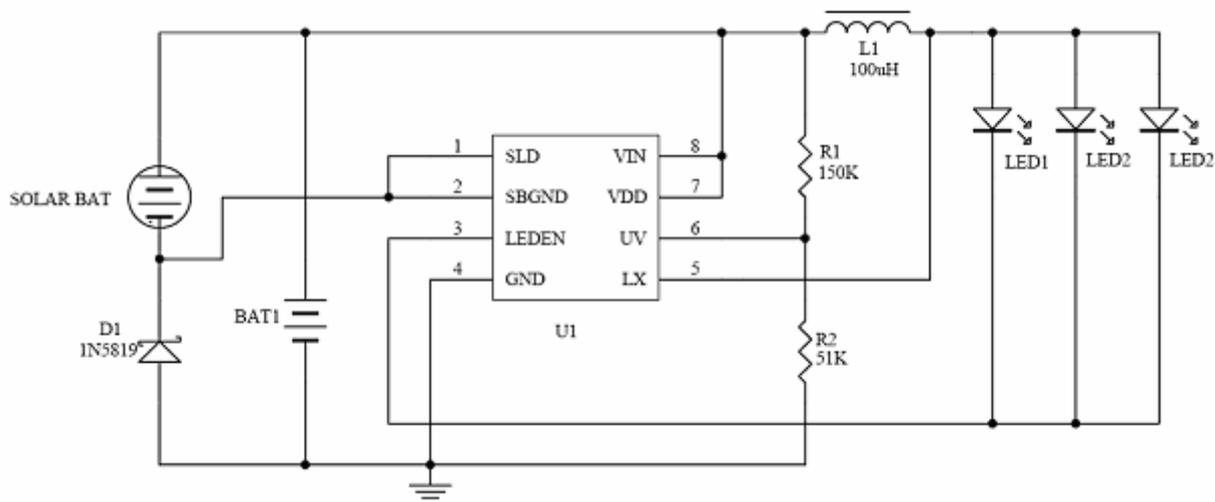
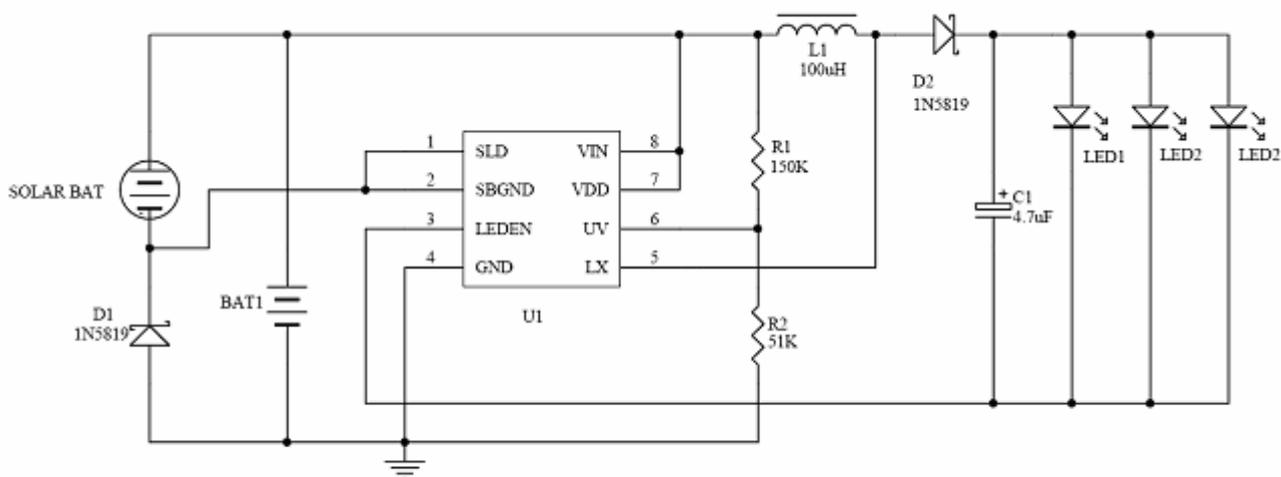
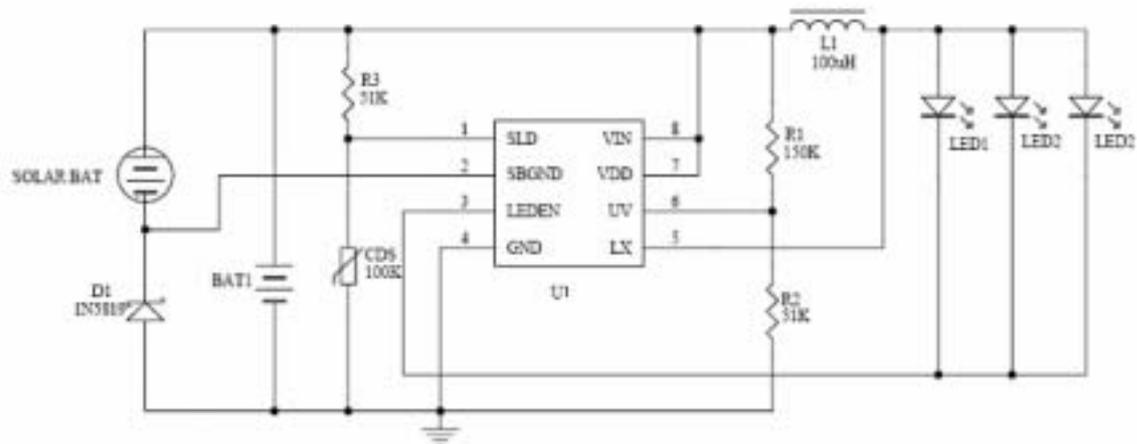
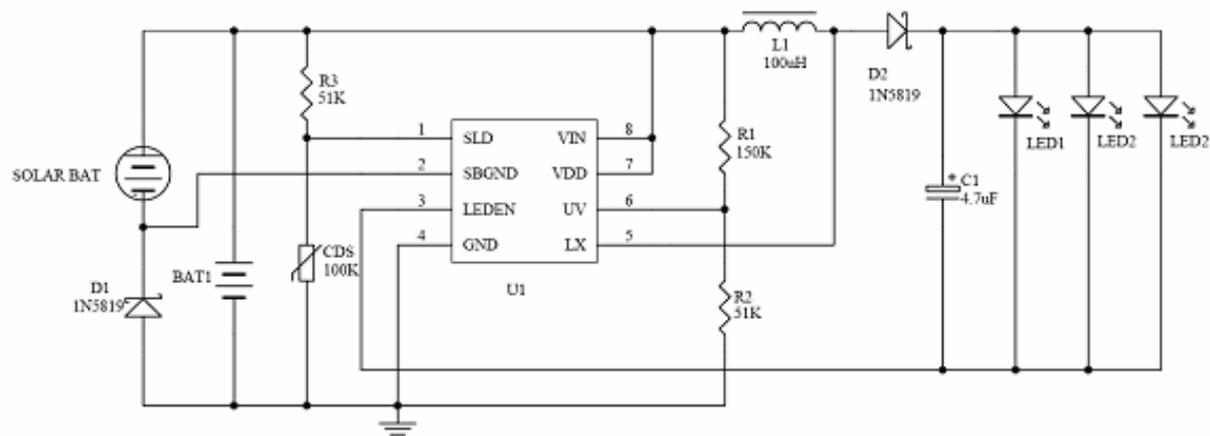

图 1
图 2
图 3
图 4
利用太阳能板作外部光敏器件的应用电路, 如图 1 和图 2 所示, 该电路利用太阳能板作光开关的光敏器件, 节约了元器件成本。由于不同功率的太阳能板光伏特性不同, 可能在环境光有微小变化时, 会出现光开关和 LED 灯闪烁, 此时, 可在太阳能板两端加约 1UF 的电容。
利用光敏电阻作外部光敏器件的应用电路, 如图 3 和图 4 所示, 该电路利用光敏电阻作光开关的光敏器件, 可兼容常用的光开关控制电路。由于光敏电阻的光灵敏度不同, 如果选用光灵敏度太高的光敏电阻, 可能在环境光有微小变化时, 会出现光开关和 LED 灯闪烁, 此时, 可选用光灵敏度较低的光敏电阻或在光敏电阻两端加约 1uF 的电容。
1) 利用太阳能板作光开关的光敏器件：电路图如图 1 所示，该电路利用太阳能板作光开关的光敏器件，节约了元器件成本。
2) 利用太阳能板作光开关的光敏器件，增加肖特基二极管：电路图如图 2 所示，该电路增加肖特基二极管和滤波电容，使输出电压和输出电流较稳定，通常用于驱动七彩灯等输出电压和输出电流较稳定的场所。
3) 利用光敏电阻作光开关的光敏器件：电路图如图 3 所示。由于各 R9 光敏电阻的光灵敏度不同，如果选用光灵敏度太高光敏电阻，可能在环境光有微小变化时，会出现光开关和 LED 灯闪烁，此时，可选用光灵敏度较低的光敏电阻或在光敏电阻两端加约 $1\mu\text{F}$ 的电容。
4) 利用光敏电阻作光开关的光敏器件，增加肖特基二极管：电路图如图 4 所示，
其中，图 5 是不增加肖特基二极管，如图 1、图 3 的特性和测试数据。该特性和测试数据表明，电池电压高时（傍晚刚开始点亮 LED 时），亮度较高，电池电压低时（后半夜时），亮度较低，较省电，LED 点亮时间长。这种工作方式更适合人们的使用习惯。